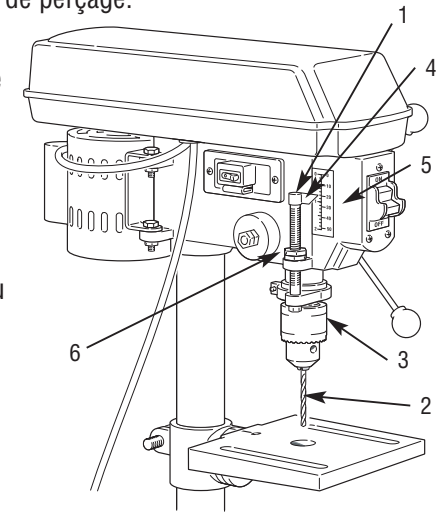

FIGURE 15.
Un écrou butoir (1) est prévu sur l'arbre du pignon afin de pouvoir percer de nombreux trous à une profondeur donnée. Voir figure 15.
1. Introduire le foret (2) dans le mandrin de perçage.
2. Abaisser la broche (3) jusqu'à ce que l'aiguille (4) soit alignée sur la marque de l'échelle (5).
3. Serrer la vis de blocage (6).
4. Remettre la broche (3) en position haute.
6. Soulever le plateau de la perceuse jusqu'à ce que la pièce de travail touche l'extrémité du foret (2).